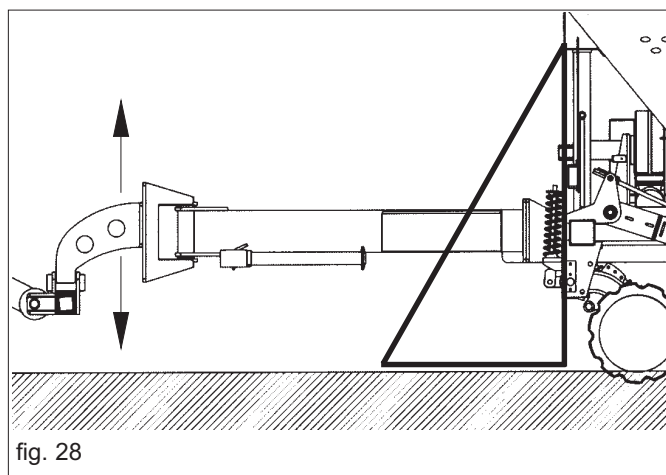

fig. 28
- poziția elementului de cuplare la primul și al doilea punct de prindere, în cazul unei mașini tractate (Fig. 28);